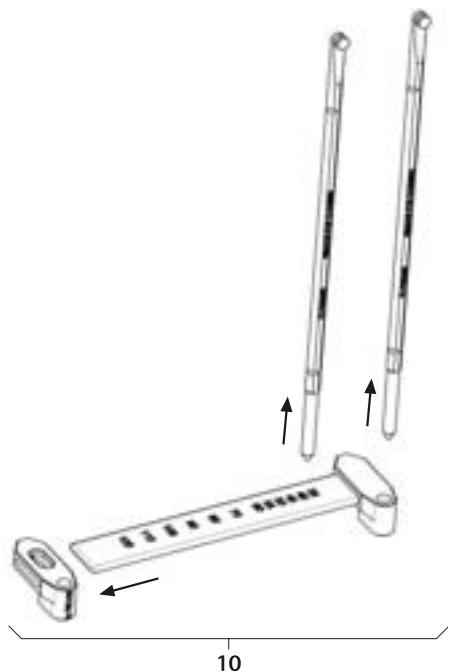

Fig. 5
- Desmontar el medidor de longitud de varilla **10**, ver Fig. 5.